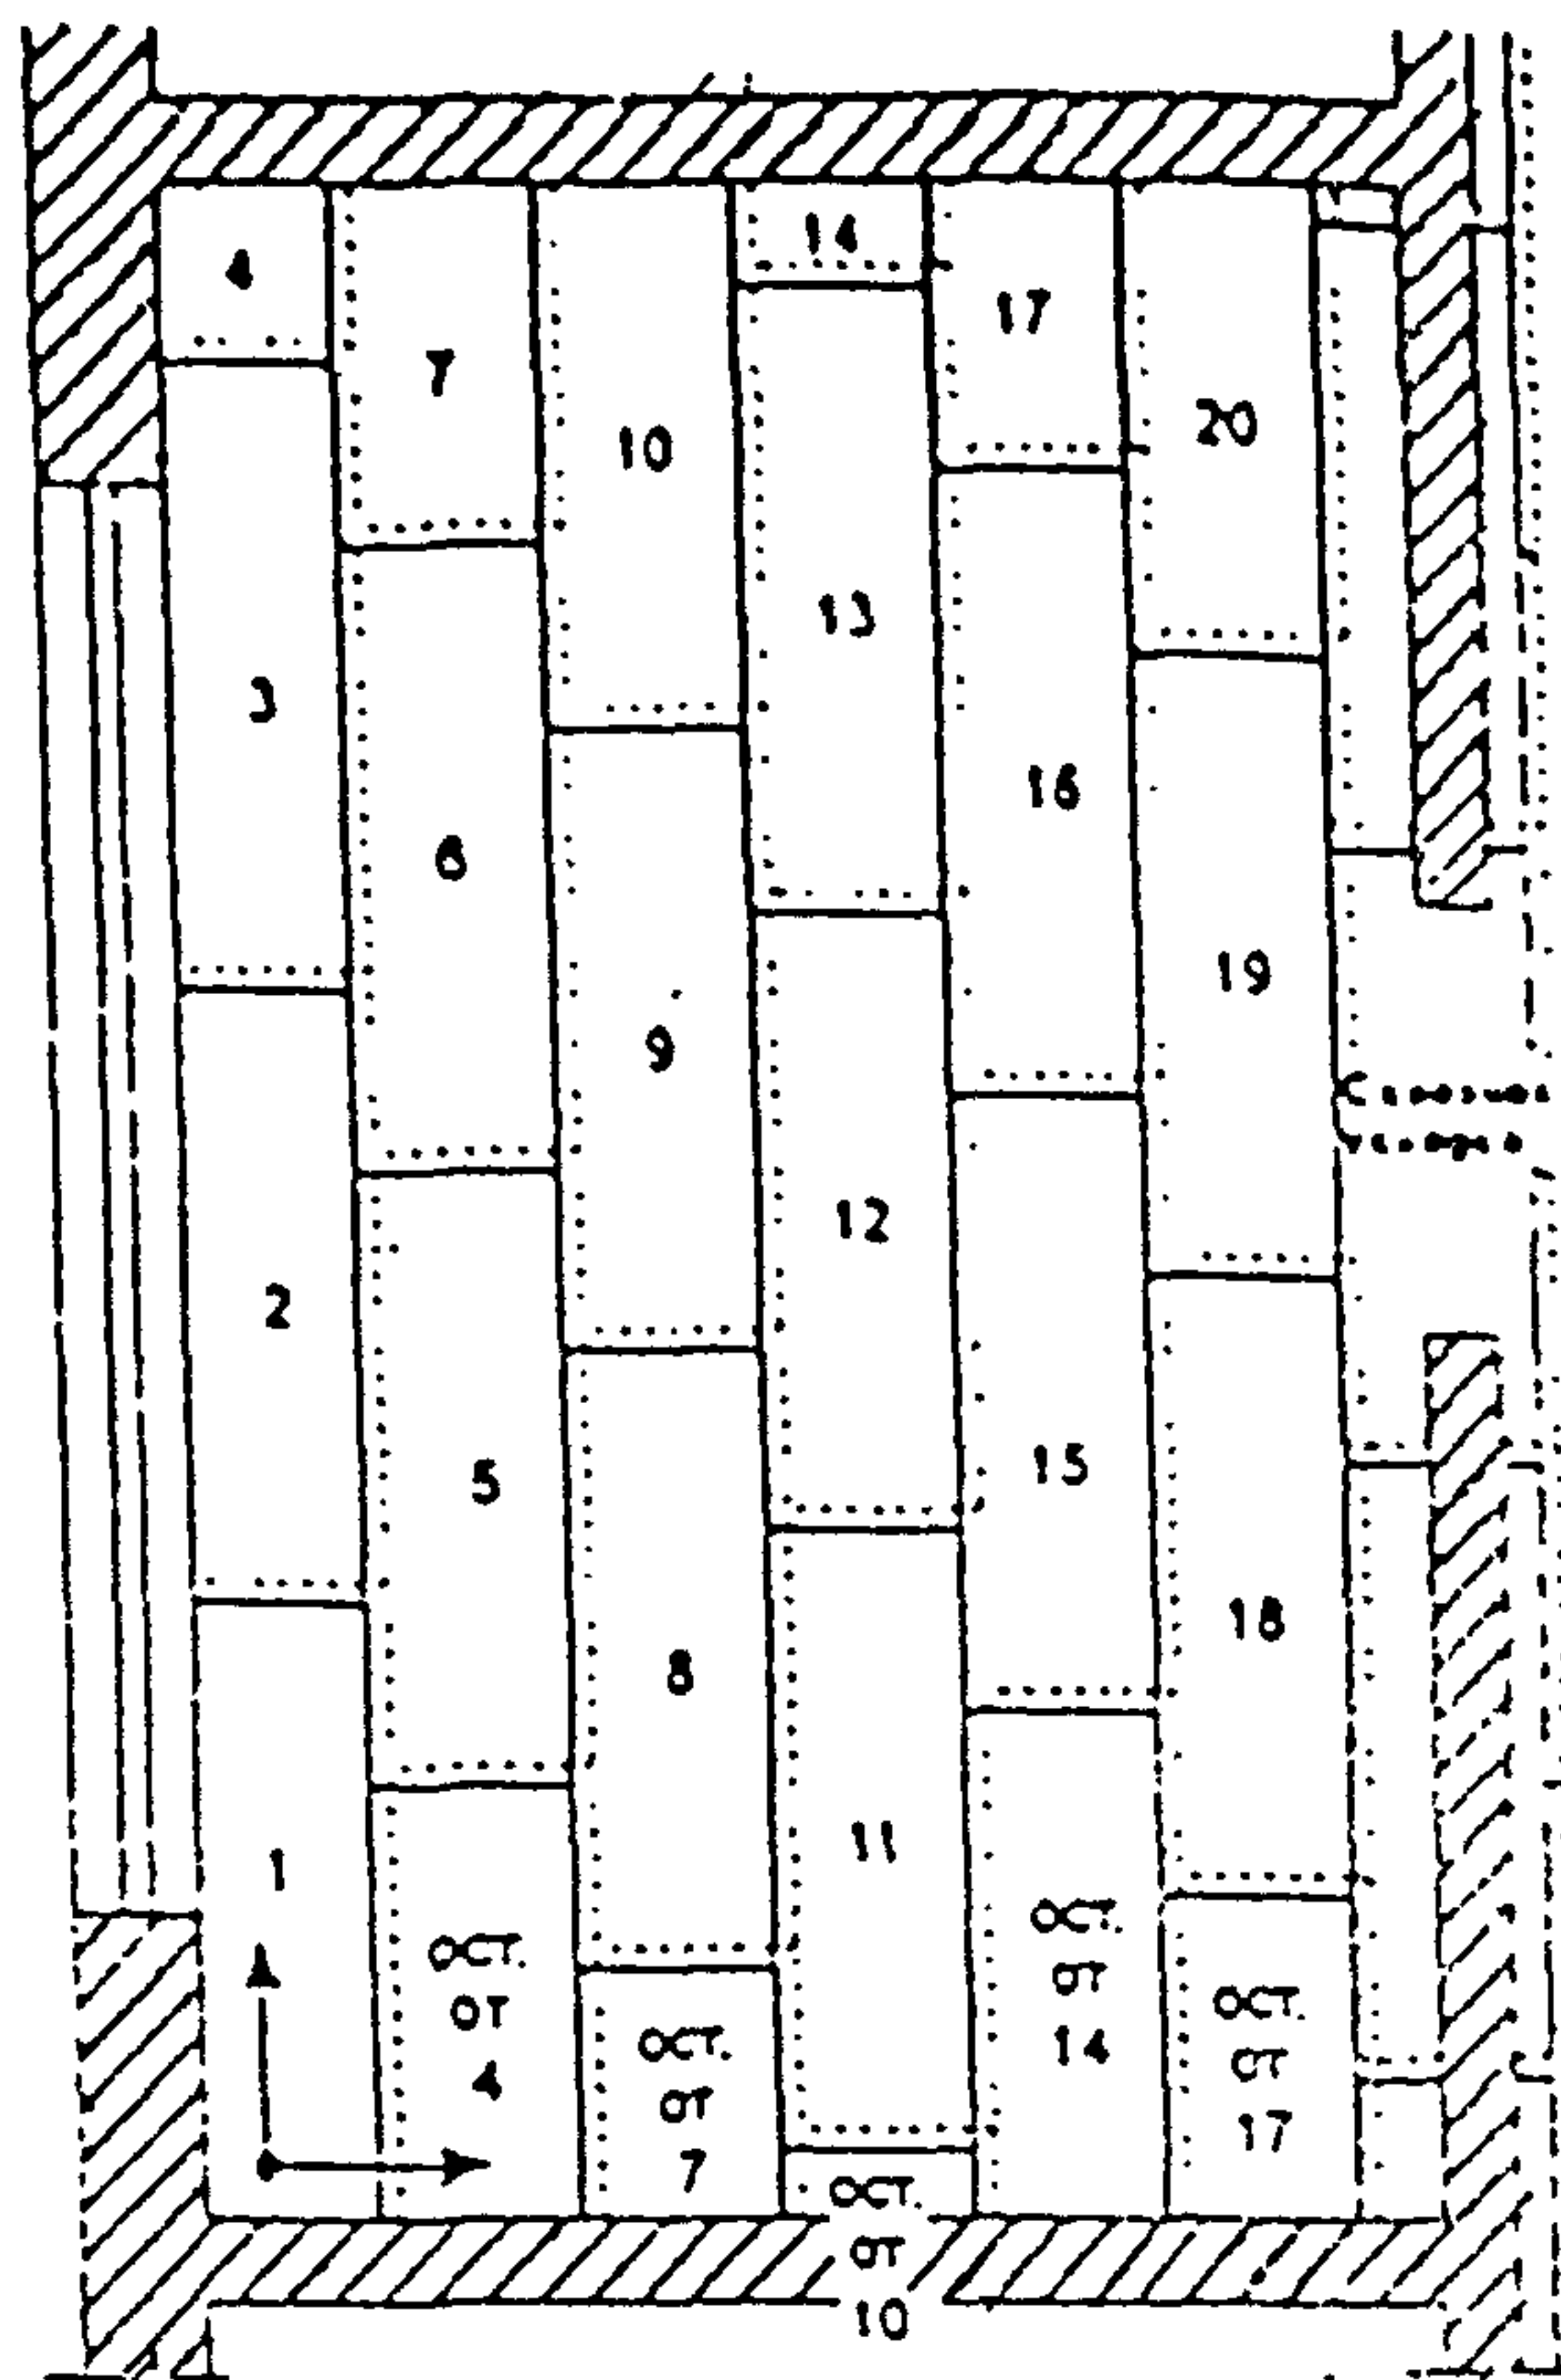

Рис. 1 Схема раскладки сборной стяжки из ГВЛВ на слой теплозвуко-
**5.36** Рекомендуемые схемы раскладки готовых элементов сборной стяжки в зависимости от материала теплозвукоизоляционного слоя приведены на рис. 1.